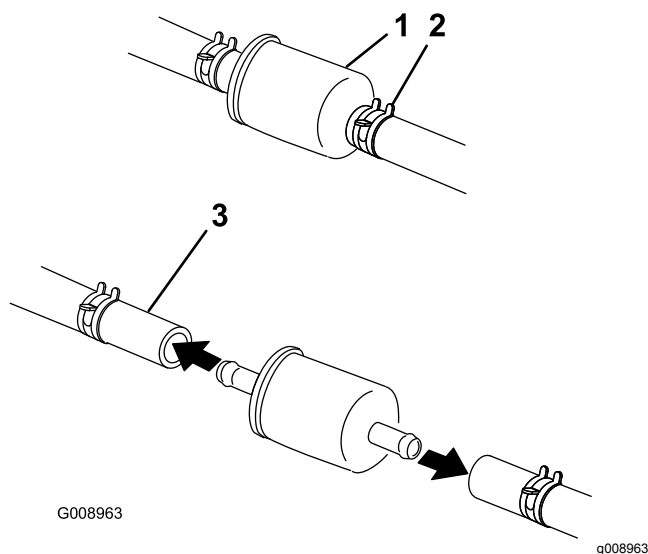

図 42
4. 古いフィルタのクランプをゆるめて脇に寄せる (図 42)。